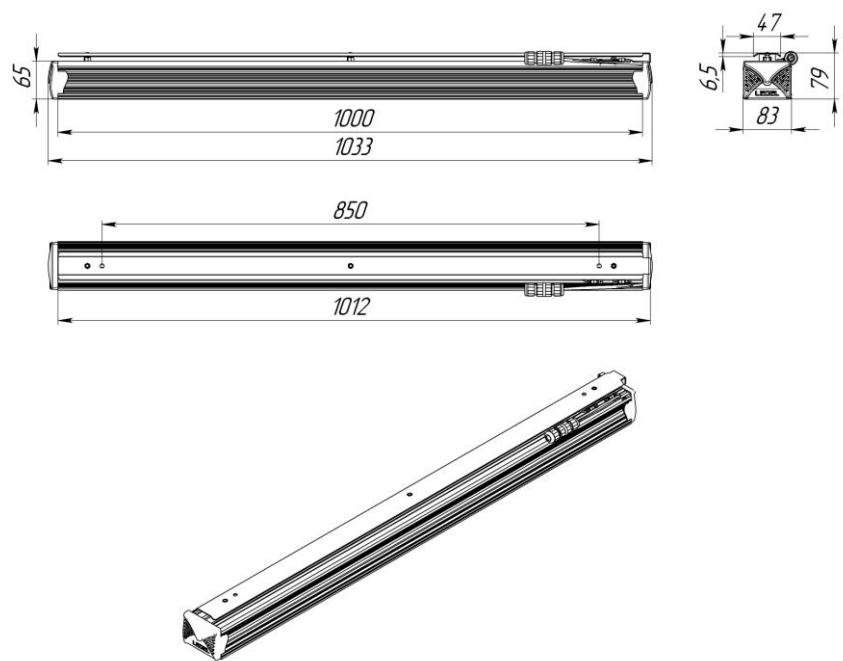

Рисунок 3 Светильник «СС-55». Задвижной вариант
1.11 Возможно применение системы управления освещением по протоколу ZigBee кроме светильников с задвижным вариантом крепления (Рис.3).